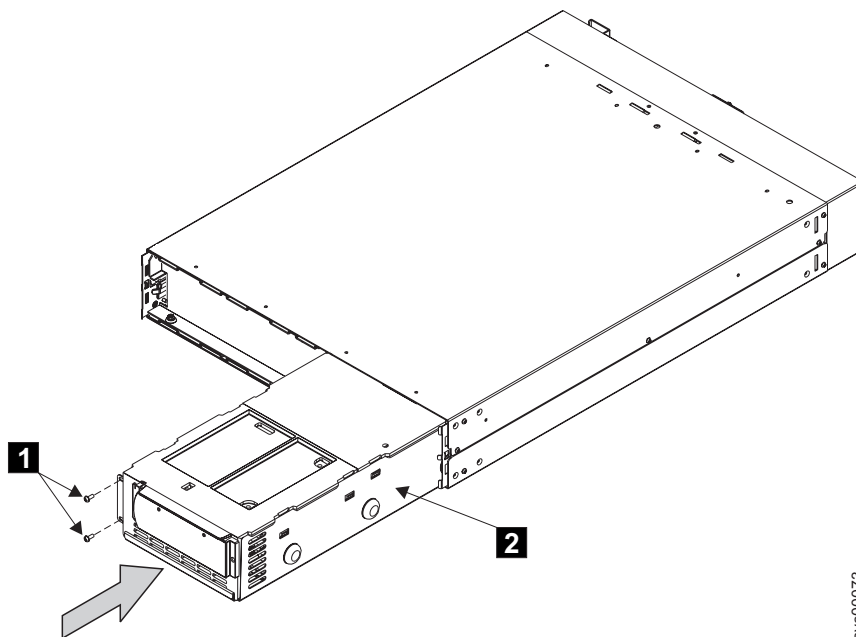

図 154. 2145 UPS の電子装置の交換
1. 2145 UPS の前面の 2 つのねじを交換します。図 154 の **1** を参照してください。